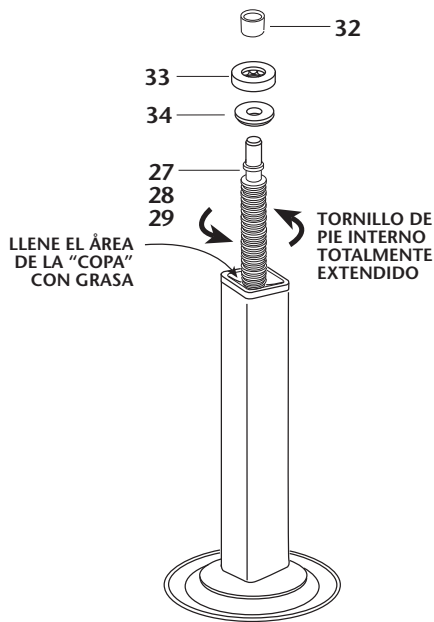

Figura 8
3. Gire el tornillo de levante en sentido contrario a las manecillas del reloj hasta que esté totalmente extendido, y después llene el área de la "copa" de la tuerca de levantamiento con grasa como se muestra en la *Figura 8*.